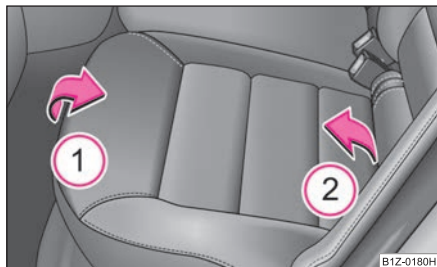

Fig. 65 Abatir la superficie del asiento posterior hacia delante
- Tirar hacia arriba del banco trasero en el sentido de la flecha ① y abatirlo hacia delante en el sentido de la flecha ② ⇒ fig. 65.